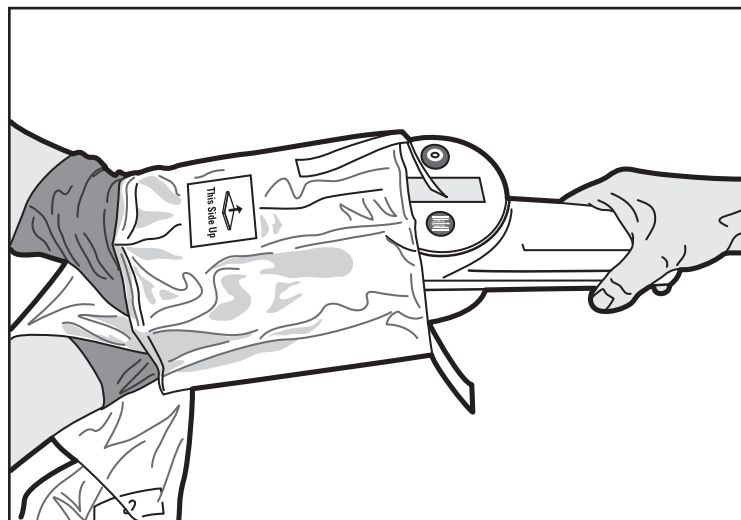

Figura 4. Inserimento dell'unità di azionamento MDU5 PLUS
5. A questo punto, l'operatore non in campo sterile posiziona l'unità di azionamento MDU5 PLUS nell'apertura, in modo tale che la parte superiore dell'unità sia allineata all'adesivo "This Side Up" (Alto) presente sul sacchetto (Figura 4).